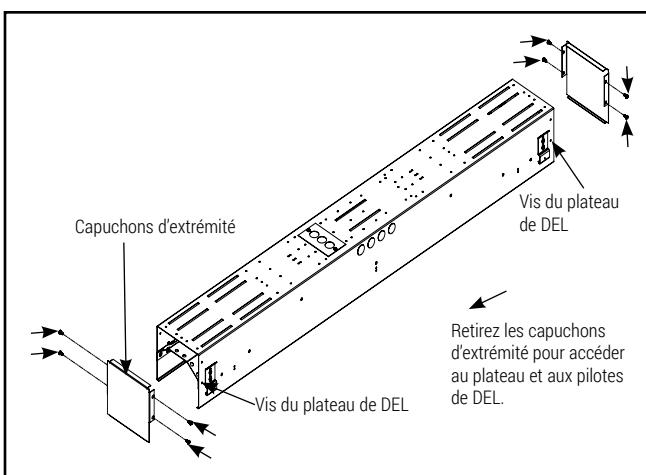

Figure 6.
- Retirez les capuchons d'extrémité, huit vis, soit deux par côté. Retirez le plateau de DEL, quatre vis, soit deux par côté. Faites glisser le plateau de DEL vers l'extrême ouverte pour accéder au pilote. (Figure 6)